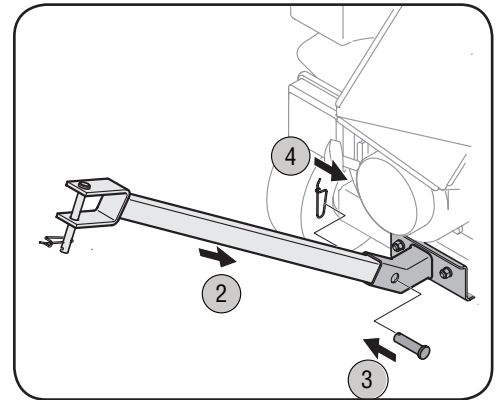

Figura 2-4
2. Inserte la barra de remolque en el receptor. Vea la Figura 2-4.
3. Vuelva a insertar el pasador de horquilla en los orificios de alineación de la barra de remolque y del receptor. Vea la Figura 2-4.
4. Sujete con el pasador de resorte para asegurar. Vea la Figura 2-4.